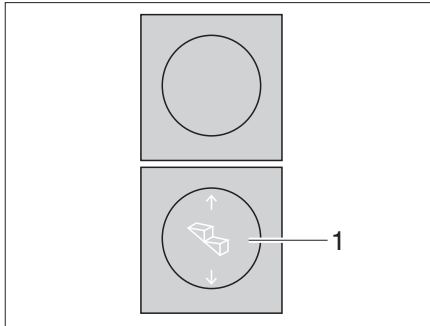

Bild 1 Bedienschalter Eintrittsstufe
- ▶ Wippschalter (Bild 1,1) unten drücken, bis die Eintrittsstufe vollständig ausgefahren ist.
- ▶ Wippschalter (Bild 1,1) oben drücken, bis die Eintrittsstufe vollständig eingefahren ist.